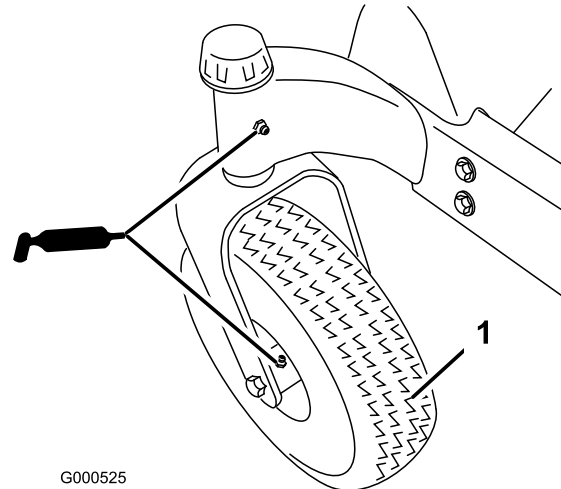
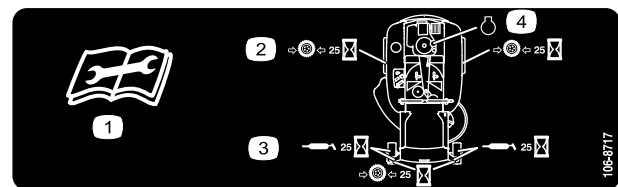

Bild 28
Bild 29
Fetten Sie die vorderen Laufradgelenke und -räder ein (Bild 28).
3. Reinigen Sie die Schmiernippel (Bild 28 und Bild 29) mit einem Lappen. Kratzen Sie bei Bedarf Farbe vorne von den Nippeln ab.
4. Setzen Sie die Fettpresse nacheinander an allen Nippeln an (Bild 28 und Bild 29). Fetten Sie die Nippel, bis das Fett beginnt, aus den Lagern auszutreten.